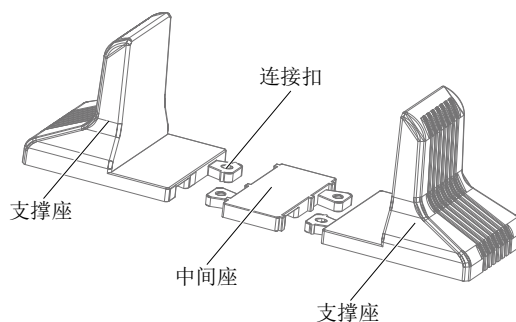

图2-7 连接支撑座和中间座
1. 从附件中取出支撑座，将 1 对支撑座 (附件) 和 1 个中间座 (附件，仅适用于 16kVA/20kVA 机型) 通过连接扣组装在一起，如图 2-7 所示，平置于安装台面上。